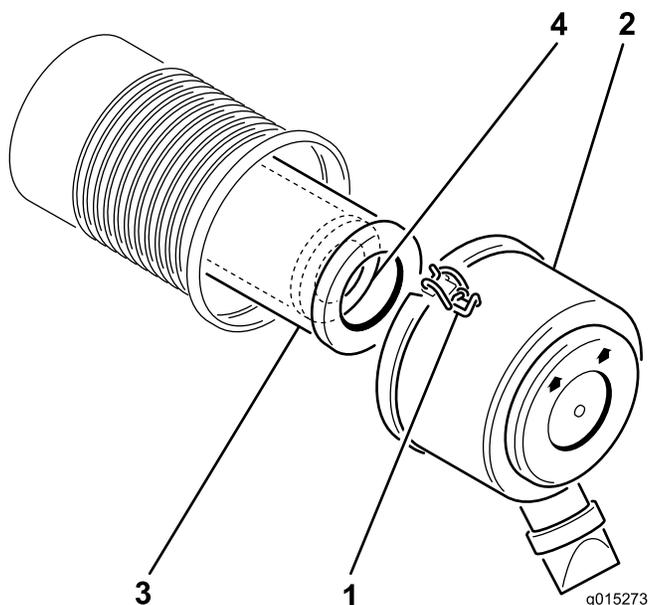

図 14
2. エアクリーナのカバーをボディーに固定しているラッチを外す。カバーと容器を分離する 図 14。
4. 次フィルタをゆっくり引き抜くようにしてエアクリーナのハウジングから外す 図 14。
2. 安全フィルタを交換する場合には、十分に注意しながら、フィルタのボディに挿入する 図 14。
3. 1次フィルタをゆっくり押し込むようにして安全フィルタの上から取り付ける 図 14。
5. 上下方向を確認、upと書いてある方を上に向けてエアクリーナカバーを正しく取り付け、ラッチを掛ける 図 14。